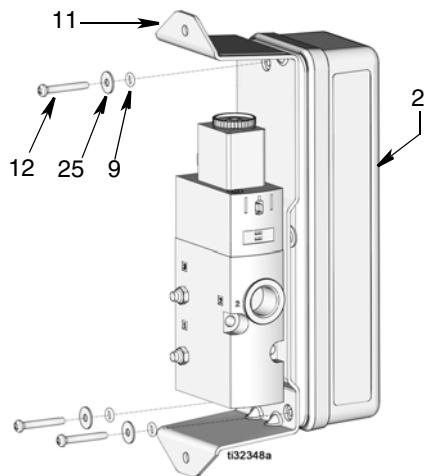

FIG. 30
3. Allineare il gruppo della cassetta del PAC (2) alla staffa (11). Montare gli o-ring (9), le rondelle (25) e le viti (12) per fissare la staffa alla cassetta (FIG. 30).